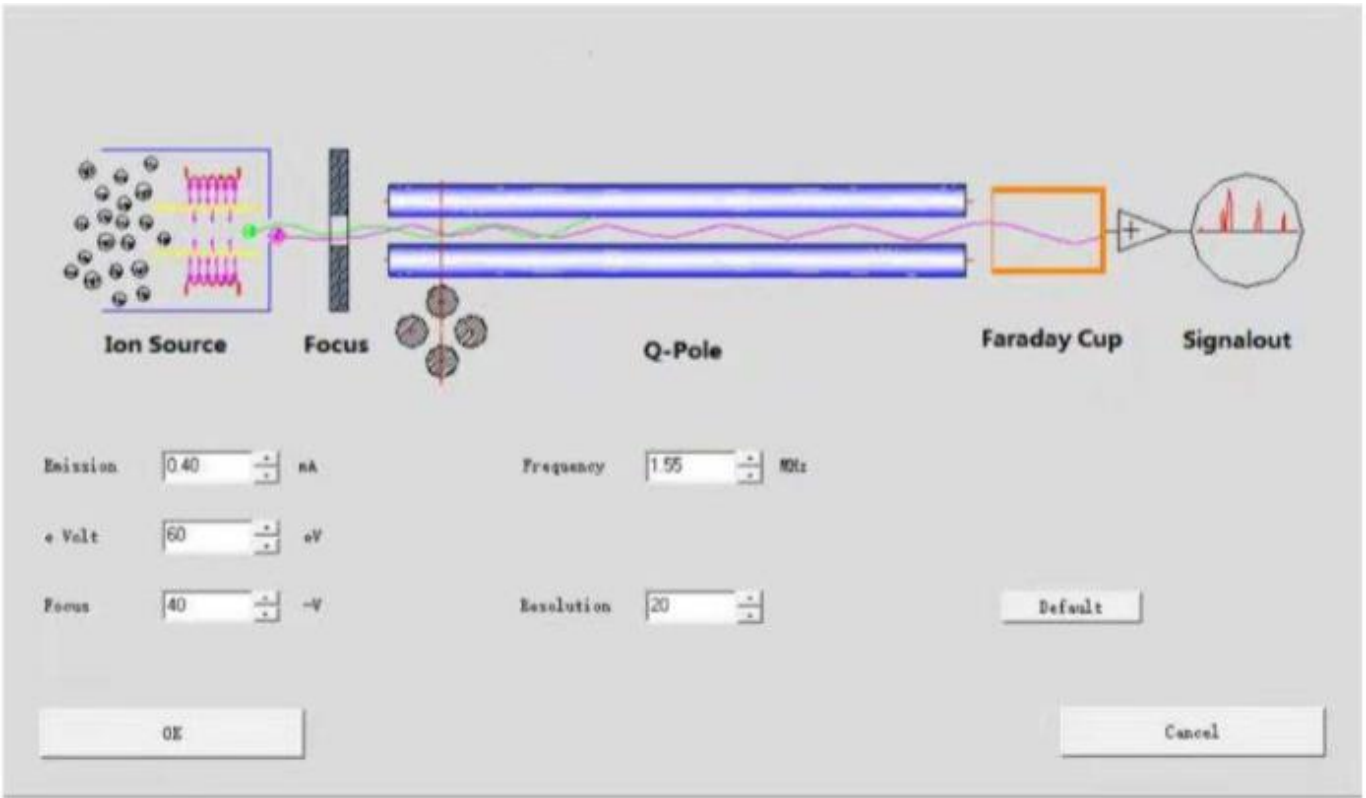

图 7 软件界面
- 5>打开软件后点击右键，选择 Device setup, 出现如图 7 的界面：首次试验不用改变任何参数，直接点击 OK。